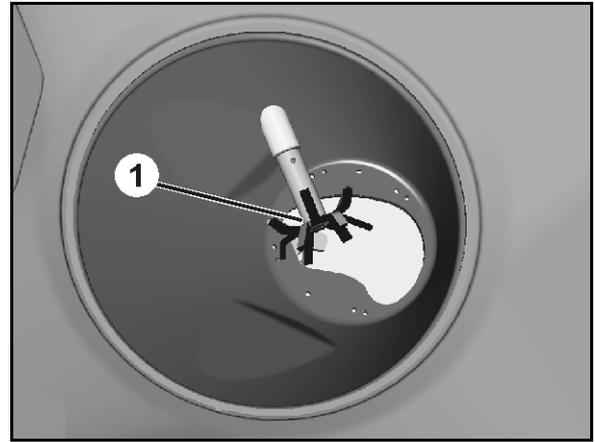

図 15
- 操作端末を使用して電子制御で行う その際、サーボモーターで操作するドージングスライダー（図 15/1）により様々な開口幅で排出口（図 15/2）が開きます。
- 設定レバー(図 15/3)を手動操作し、排出口の開口幅を様々に設定することにより行う これに必要な各シャッター位置は、散布表の指定に基づくか、計算用ディスクを用いて検出します。
排出口の開閉にはドージングスライダーが油圧式で操作されます（図 15/4）。